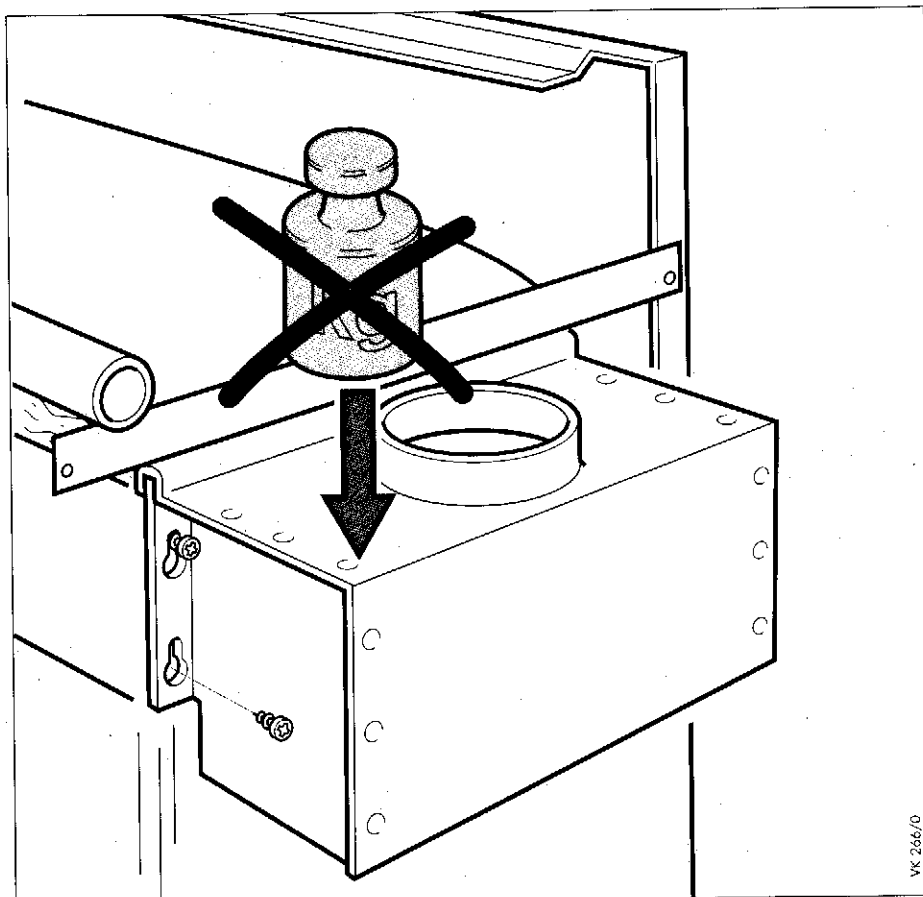

Рис. 5.5 Монтаж предохранителя тяги
- Оканчательно закрепите предохранитель тяги, туго затянув самонарезные винты, как показано на рис. 5.5 "Монтаж предохранителя тяги".